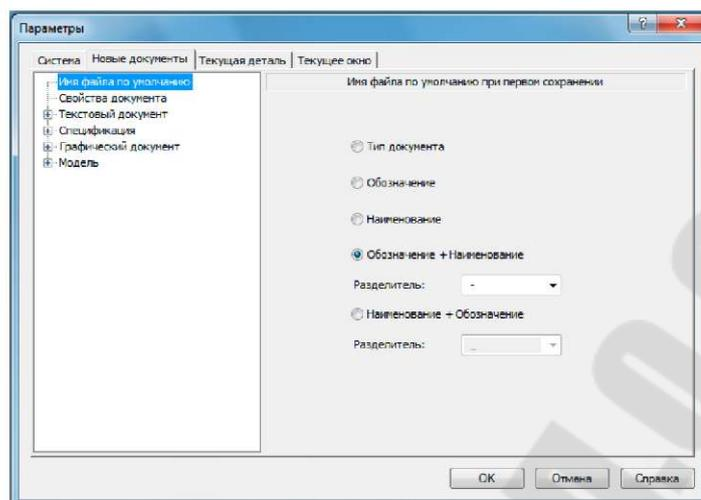

Рисунок 4 - Окно настройки формата имени файла по умолчанию
- в окне **Параметры** на вкладке **Новые документы** активировать раздел **Имя файла по умолчанию** и в правой части окна выбрать способ формирования имени файла (рисунок 4);